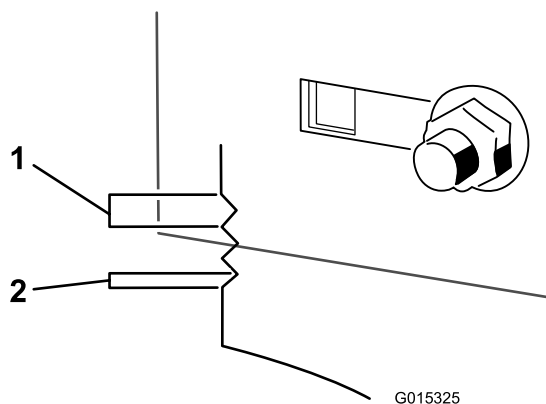

Figure 55
9. Utilisez les fentes du support soudé pour mesurer le réglage requis. La surface de chaque fente équivaut à 0,25 pouce, et un côté équivaut à 0,125 pouce (Figure 55). Réglez le tablier de coupe à la hauteur voulue.